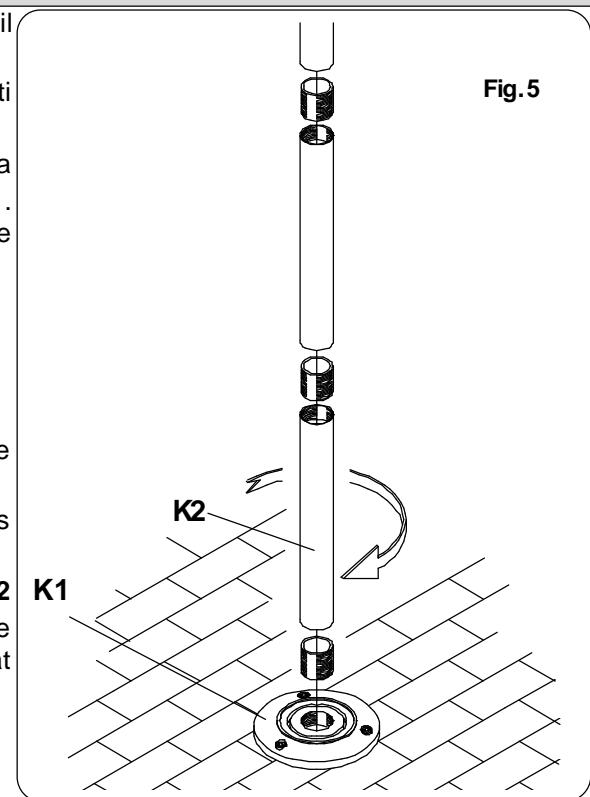

Fig.5
- Comporre il palo come illustrato in fig. 5. Iniziare ad avvitare a fondo il primo componente di palo **K2 (A-B-C)** nella flangia **K1**. Attenzione a non rovinare il filetto durante l’operazione. Montare lo spezzone **K2 (A-B-C)** che comporrà il palo.
- Compose the post as shown in fig. 5. Start tightening the first **K2 (A-B-C)** pile component with the **K1** flange. Avoid damaging the thread during the operation. Mount the **K2(A-B-C)** segment that will compose the pile.
- Monter le mât comme illustré fig. 5. Commencer par visser à fond le premier élément du mât **K2 (A-B-C)** au sabot **K1**. Avoir soin de ne pas endommager le filetage pendant cette opération. Monter l’élément **K2 (A-B-C)** qui constituera le mât.
- Den Spindelmast wie in der Abb. 5 dargestellt zusammenbauen. Den ersten Mastbestandteil **K2 (A-B-C)** fest am Flansch **K1** anschrauben. Achtung! Das Gewinde dabei nicht beschädigen. Den Abschnitt **K2 (A-BC)** montieren, der den Spindelmast zusammensetzen wird.
- Componga el poste como se ilustra en la fig. 5. Empiece a atornillar a fondo el primer componente del poste, **K2 (A-B-C)** a la brida **K1**. Tenga cuidado para no estropear la rosca durante la operación. Montare la sección **K2(A-B-C)** que compondrá el poste.